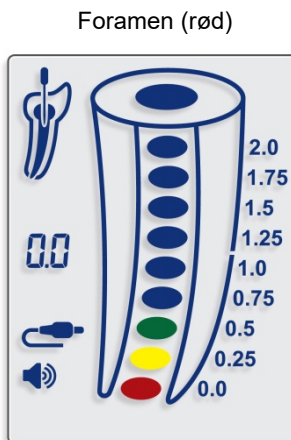

Fig. 10
7.4.12. At nå den apikale foramen (0,0) indikeres af et rødt farvesegment inde i tand rodbehandling billedet (fig. 10) og en konstant lydton.